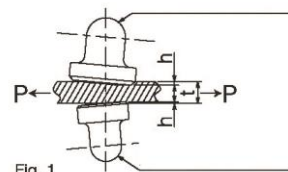

Fig. 1
1. De belastingspunten op zowel de schroefdop als de nok zijn half rond van vorm (spilvormig). Als de hijslast slechts een zeer kleine hoeveelheid wordt verplaatst, draait de klem daarom synchroon met deze beweging en kantelt voorwaarts. Dit leidt er vervolgens weer toe dat de tanden met grote kracht in de hijslast snijden. (zie fig. 1.)
6. Er wordt een half rond W-vormig nokkensysteem gebruikt, waardoor de klem van beide kanten in de last snijdt. (zie fig. 1.)
1. Uiterlijk en functie. (schade aan het klemlichaam, werking van de schroef, rotatie en helling van de schroefdop en nok, slijtage en verstopping van de tanden, enzovoort) Zie fig. 1 en item 2 van 'Voorzorgsmaatregelen voor gebruik.'